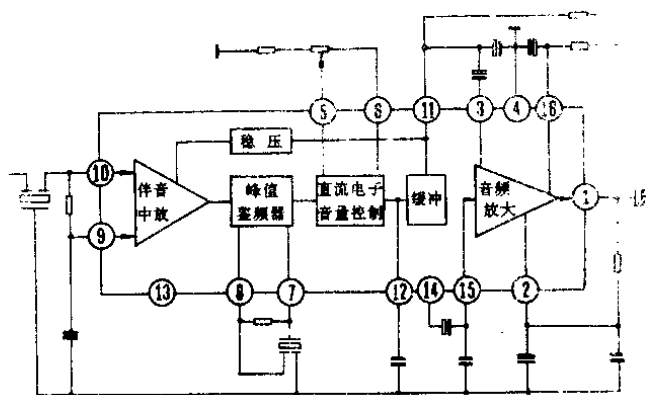

图 1-2
AN355 的工作过程是:从图象检波器输出的 6.5MHz 伴音中频信号,经选频后送入其⑩、⑨脚,由伴音中频限幅放大器进行放大限幅,抑制掉外来干扰。放大后的信号送入低通滤波器,滤除调频等幅波中的高次谐波。其输出送至集成块⑦、⑧脚内部电路与外接元件组成的差动峰值鉴频器,将调频信号转换成调频调幅信号,再进行包络检波还原出音频信号,最后经音量控制电路和去加重电路从⑭脚输出,经电容输入到⑮脚,通过内部音频放大器放大后由①脚输出,最后经电容输入喇叭。AN355 内部方框图及应用原理图见图 1-2。